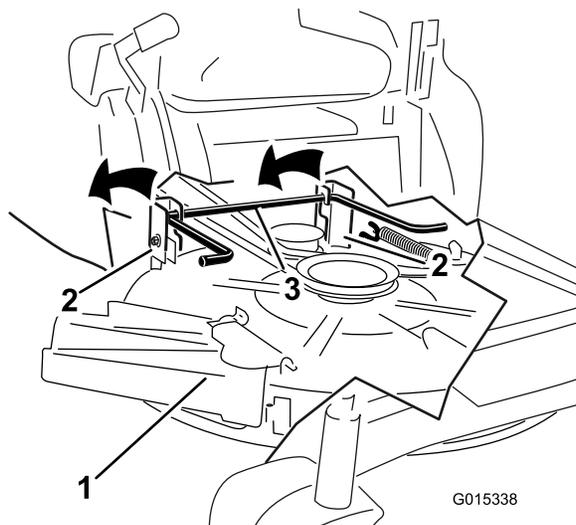

Figura 53
- Usando las asas de la carcasa de corte, eleve la carcasa de corte y separe ésta y las pletinas de suspensión de la varilla de elevación trasera; luego baje el cortacésped con cuidado al suelo (Figura 53).
- Eleve la parte trasera de la plataforma del cortacésped y coloque los soportes sobre la varilla de elevación trasera (Figura 53).